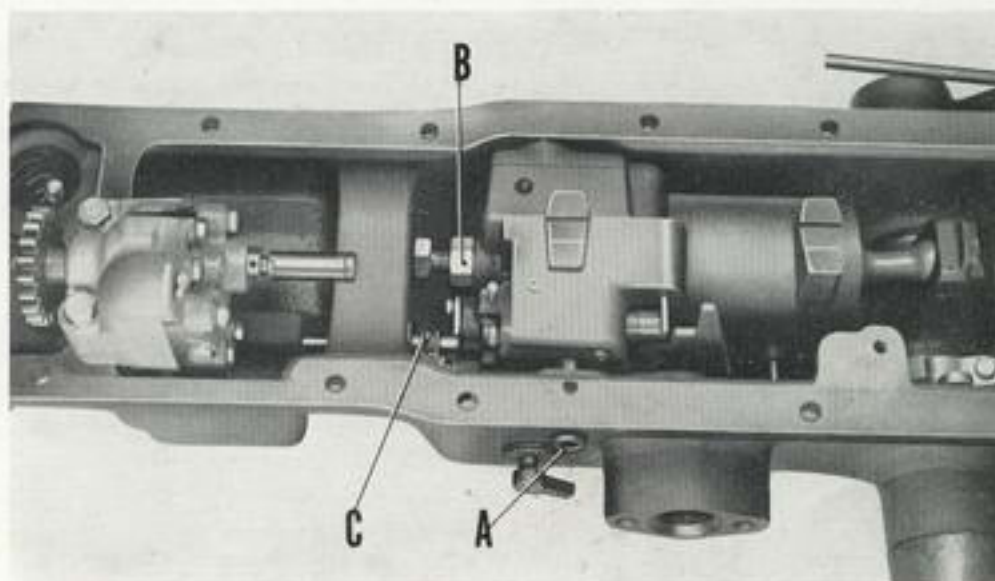

Fig. 34
- 7) Déposer le bouchon de fermeture du retour d'huile (A, fig. 34).
- 8) Desserrer la vis de butée du vérin (B).
- 9) Desserrer le collier de liaison (C) du tube de retour d'huile de la pompe au vérin, puis pousser ce dernier vers la tête de filtre pour le dégager du vérin.